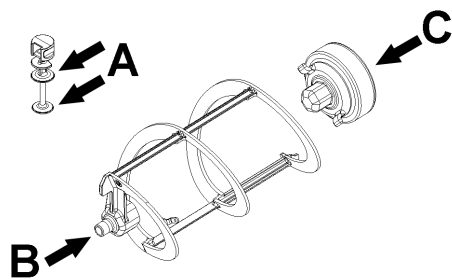
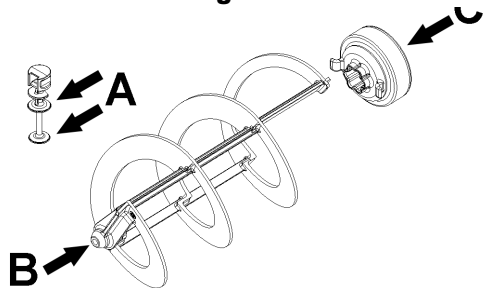

figura 19
figura 20
- 2 Lubrificar el pistón del grifo de erogación, el empalme hexagonal y el mezclador en los puntos indicados en la figura 19 (NG6) o figura 20 (NG10) utilizando exclusivamente la grasa que se entrega de serie con la máquina u otra grasa para
**3** Montar de nuevo el grifo de erogación en el recipiente con secuencia inversa respecto a la de la figura 19 o figura 19.